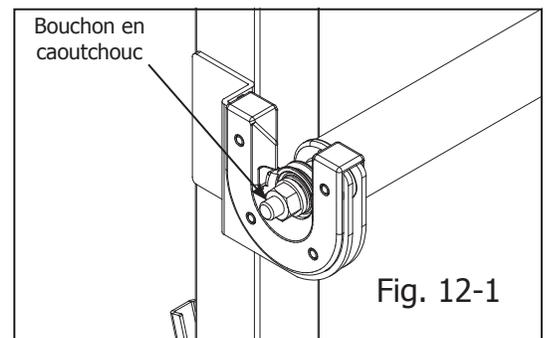

Fig. 12-1
12-1 : Faites glisser un (1) bouchon en caoutchouc au bout de chaque boulon sortant des embouts de barre, comme indiqué à la Fig. 12-1. Si les barres sont bien montées, environ 3/8"-1/2" de filet métallique doit dépasser au bout de chaque barre.